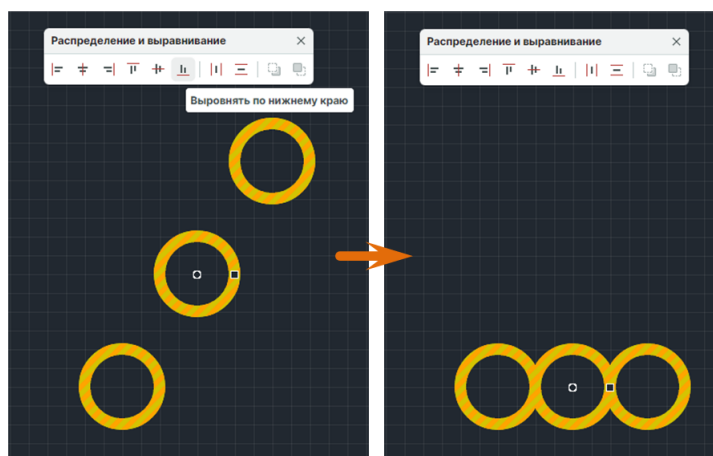

Рис. 399 Выравнивание по нижнему краю
2. На панели «Распределение и выравнивание» выберите инструмент «Выровнять по нижнему краю», который обозначен иконкой , см. Рис. 399.